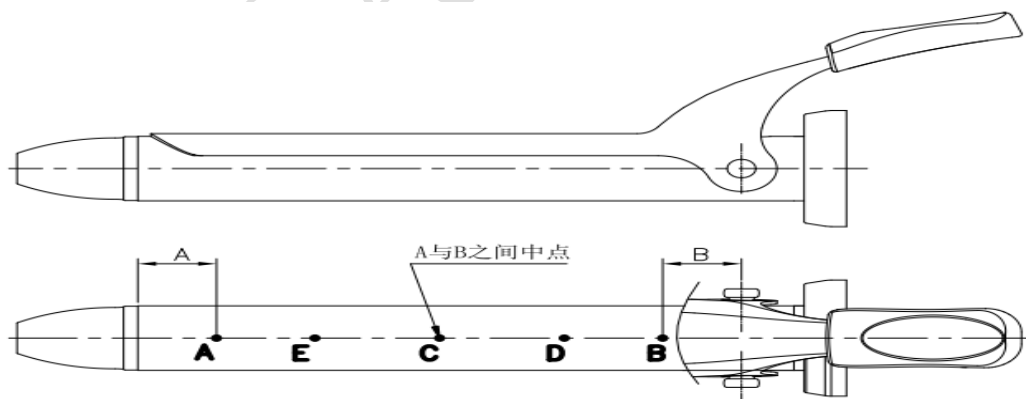

图5 卷发器温度测量点位置
b) 卷发器温度测量点位置：A、B、C、D、E，其中C点温度作标称温度值，见图5。